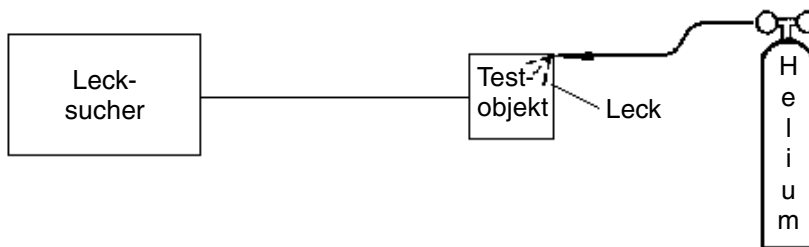
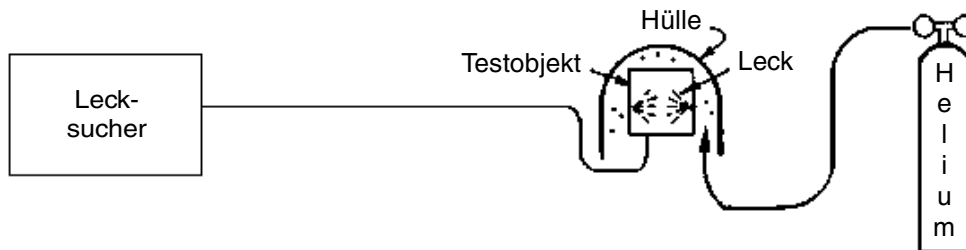

Abbildung C-1a Testobjekt evakuiert: Lokalisierung des Lecks mit Spürsonde
Abbildung C-1b Testobjekt zur Bestimmung der Gesamtleckrate evakuiert und in Heliumatmosphäre eingehüllt
C.6.1 Testobjekt evakuiert (Abbildung C-1a und Abbildung C-1b)